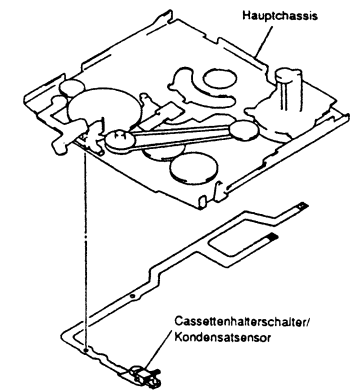

Abb. 2-74
- 2) Den Cassettenshalter/Schalter/Kondensatsensor aus dem Hauptchassis herausziehen (siehe Abb. 2-74).